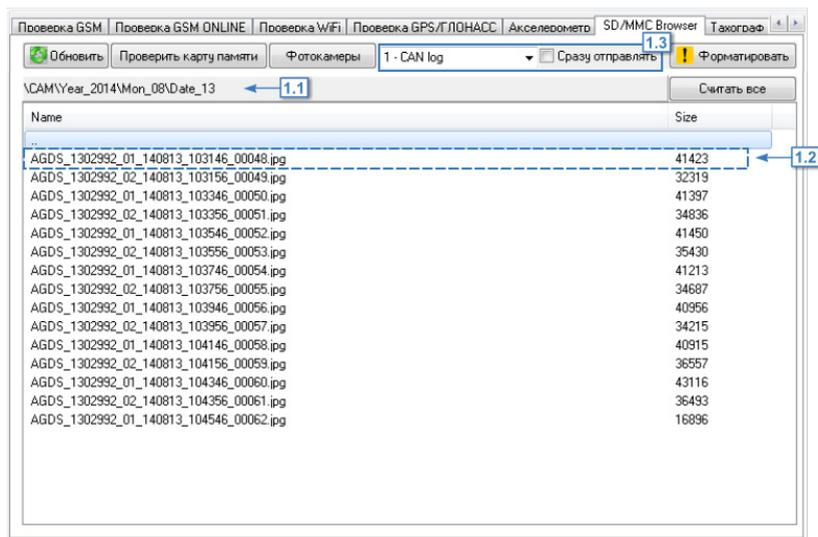

Рис.84. Вкладка «SD/MMC Browser».
Если содержимое карты было успешно считано, то оно отобразится в браузере. Путь к папке, открытой в браузере, отображается в строке над списком файлов (Рис.84, п. 1.1). Если нажать на строку с адресом папки, то откроется папка \SD на жестком диске, в которую копируются файлы с прибора.
1. Снимки с камер (Рис.84, п. 1.2).
Снимки копируются в папку \SD, расположенную в папке с установленной программой AG.GSMConf. Структура папок внутри папки \SD такая же, как и внутри памяти прибора. Для перехода к папке \SD со снимками следует нажать левую кнопку мыши на строке с адресом (Рис.84, п.1.1).
Файлы копируются в папку \SD, расположенную в папке с установленной программой AG.GSMConf. Для перехода к папке \SD со скопированными файлами следует нажать левую кнопку мыши на строке с адресом (Рис.84, п.1.1).
Для того чтобы прибор записывал логи необходимо в выпадающем списке справа от кнопки «Фотокамеры» (Рис.84, п. 1.3) выбрать логи, которые прибор АвтоГРАФ будет записывать: